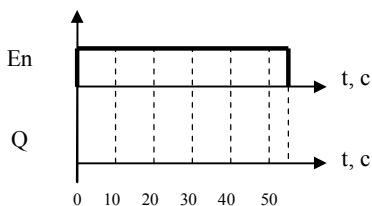

Рис. 18. Временная диаграмма функции Генератор симметричных тактовых импульсов
10. Функция **Генератор симметричных тактовых импульсов**. Сформируйте схему управления, содержащую блок **Генератор симметричных тактовых импульсов**, вход и выход. Установите время импульса и время паузы $T = 10$ с и проследите за функционированием блока. По результатам исследований достройте временную диаграмму блока (рис. 18).